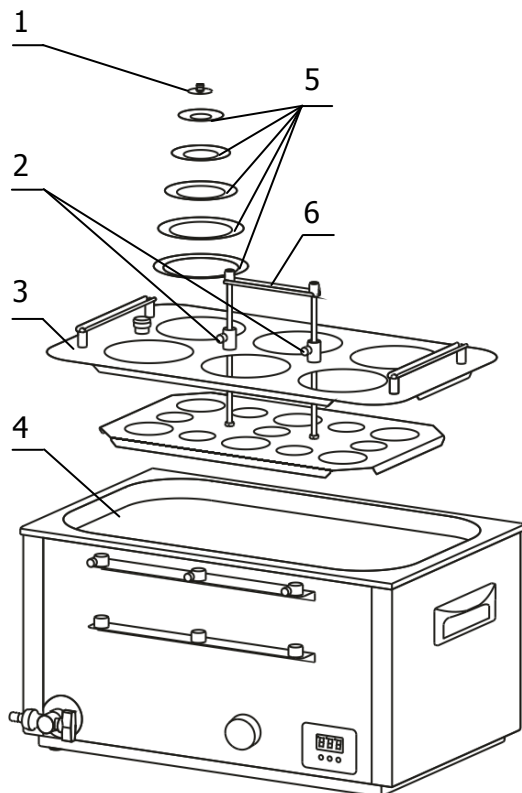

Рисунок 3 — Установка корзины в ванну бани (на примере ЛБ63)
1.4.1 Все модификации лабораторных бань ЛБ имеют сходную конструкцию ванны 3, в которую установлена корзина 1. Корзина имеет отверстие для контрольного термометра 2 и регулируемое по высоте дно. Баня имеет механический таймер 6, цифровой регулятор температуры 7 и кран для слива теплоносителя 5. Каждое рабочее место оснащено системой из пяти концентрических колец 5 (рисунок 3), позволяющей размещать в корзине емкости различного диаметра (максимальный диаметр рабочего места — 110 мм). Крышка 1 (рисунок 3) закрывает отверстие в наименьшем из колец при неиспользовании рабочего места. Штативы с лапками 8 (рисунок 1) предназначены для установки в вертикальное положение и фиксации высоких и неустойчивых емкостей.
2.2.2 Установить корзину 3 в ванну 4 (рисунок 3).
Корзины лабораторных бань на два и шесть рабочих мест имеют стационарную ручку 6 (рисунок 3). Корзины бань на одно, три и четыре рабочих места — съемную ручку 6 показанную на рисунке 4.
2.2.4 Поднять дно корзины в крайнее верхнее положение с помощью ручки 6 и зафиксировать винтовыми фиксаторами 2 (рисунок 3). В зависимости от диаметра емкости установить необходимое количество концентрических колец 5 (рисунок 3) и поместить емкость в корзину. Положение колбы можно зафиксировать, надев на ее горловину кольцо подходящего диаметра.